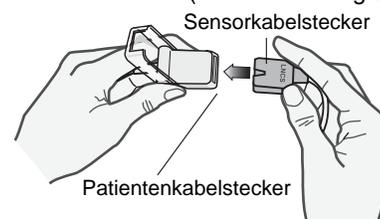

Abbildung 5
4. Nehmen Sie die durchsichtige Schutzabdeckung von der Buchse des Patienten-kabels ab und schieben Sie den Stecker des Sensorkabels vollständig in den Patienten-kabel-stecker (siehe Abbildung 5).
den Stecker des Sensor-kabels vollständig in den Patientenkabelstecker (siehe Abbildung 5).